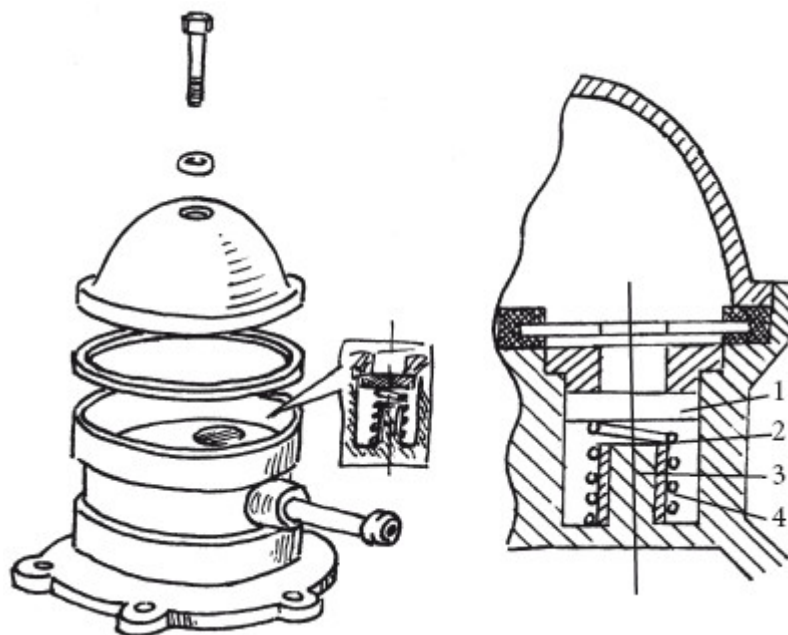

Рисунок 34. Ремонт впускного клапана бензонасоса автомобиля ВАЗ: 1 – латунное седло клапана; 2 – впускной клапан; 3 – пружина; 4 – стойка
4. Топливо не подается в карбюратор. С двигателя снять насос. С него снять крышку и уплотнительную прокладку с сетчатым фильтром. Латунное седло клапана выпрессовать, из насоса достать клапан и его пружину (рис. 34).